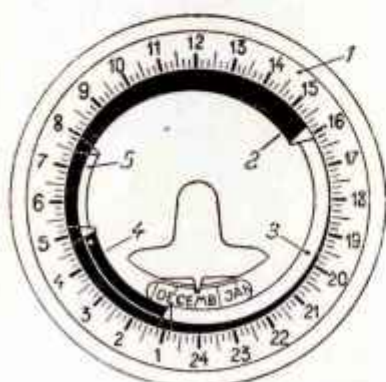

fig. 6
**Enclenchement astronomique le soir, déclenchement fixe (réglable) puis réenclenchement fixe (réglable) au cours de la nuit, enfin déclenchement astronomique le matin (fig. 6).**
Un appareil, réglé selon la figure 6, fonctionnerait au 21 décembre comme suit :
Dans l'exemple choisi et représenté par la figure 6, l'éclairage du matin qui commence à 5 heures, dure, le 21 décembre, jusqu'à 7 h. 45. A partir de ce jour, la bague de contact astronomique 5 commence à se déplacer vers les heures plus matinales (mouvement rétrograde) de telle sorte que la durée de l'allumage se trouve progressivement et automatiquement réduit. C'est, en effet, à cette époque que les jours « allongent » au matin.